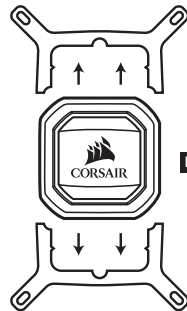

figure 1
**[PL]** > Zdemontuj przymocowany uchwyt montażowy Intel (rysunek 1).
**[RU]** > Отсоедините встроенный монтажный кронштейн Intel (рис. 1).
**[CN]** > 拆下 Intel 安装支架 (图1)。